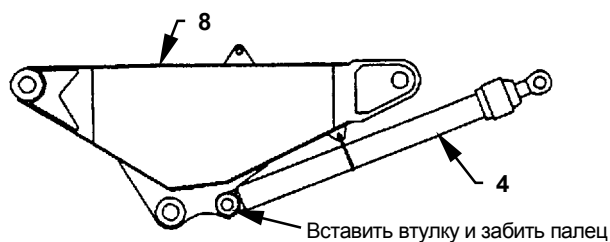

Рис. 15
1. Совмещают отверстие средней части (8) рукояти и отверстие гидроцилиндра (4) головной части рукояти, вставляют втулку и забивают палец, как указано на рис. 15. При этом соблюдать осторожность, чтобы не повреждать грузесъемник.